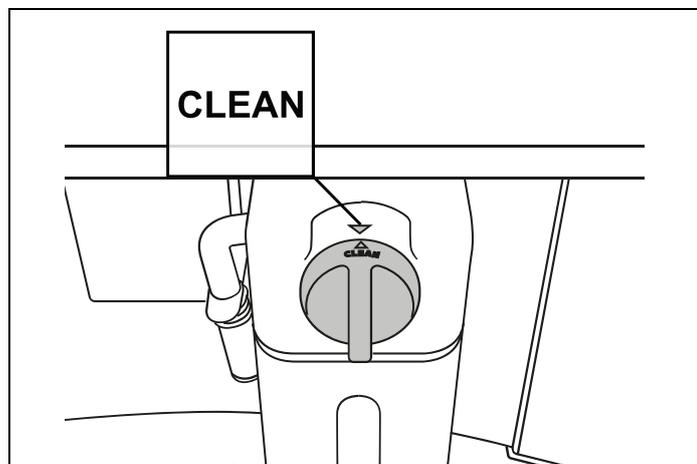
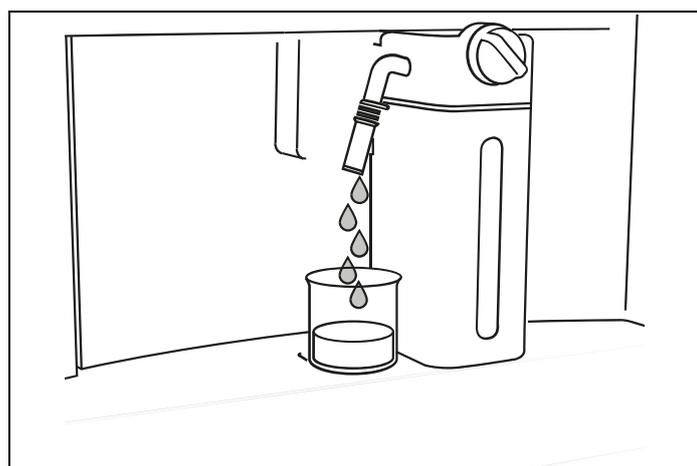

Fig. 37
Fig. 38
3) Tournez la molette de réglage de la mousse (D1) vers **CLEAN** (Fig. 37) : **Nettoyage pot à lait en cours** (Fig. 38) apparaît à l'écran (B) accompagné d'une barre qui se remplit progressivement au fur et à mesure du nettoyage. Le nettoyage s'arrête automatiquement ;